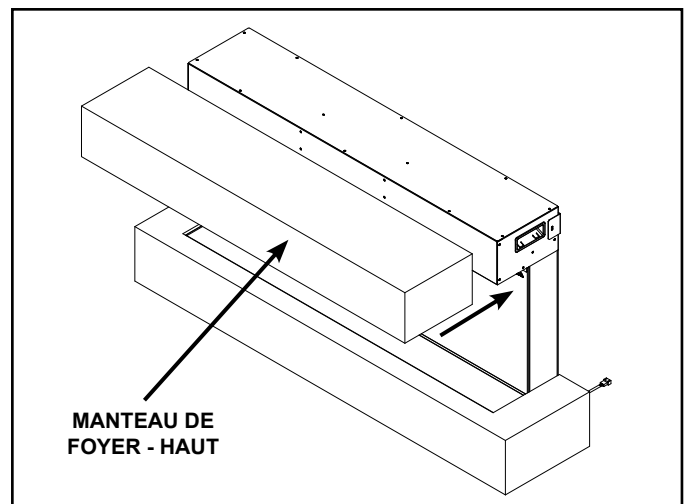

Figure 4
4. Faire glisser la partie supérieure du manteau sur l'appareil, voir la figure 4.